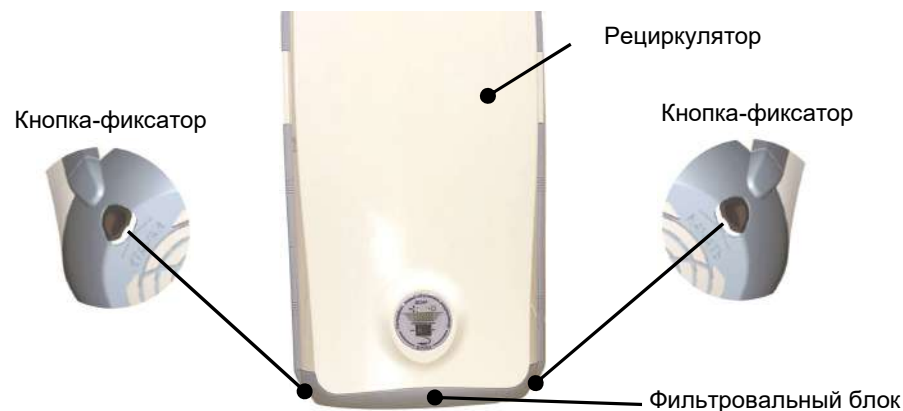
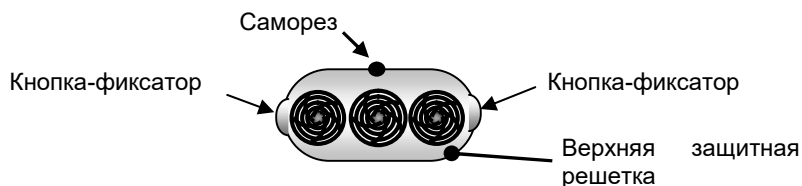

Рис.3
Рис.5
- Снять **фильтровальный блок** (без применения инструмента и раскрытия корпуса), одновременно нажав **кнопки-фиксаторы** (рис.3).
- Установить фильтровальный блок на место легким нажатием до «щелчка»(рис.3).
- Снять верхнюю защитную решетку, нажав одновременно кнопки-фиксаторы, предварительно открутив саморез (рис.5).
- Снять фильтровальный блок (без применения инструмента), одновременно нажав кнопки-фиксаторы (рис.3).
- Снять верхнюю защитную решетку, нажав одновременно защелки-фиксаторы, предварительно открутив саморез (рис.5).
- Установить фильтровальный блок (рис.3) и верхнюю защитную решетку нажатием до «щелчка», верхнюю защитную решетку зафиксировать саморезом (рис.5).